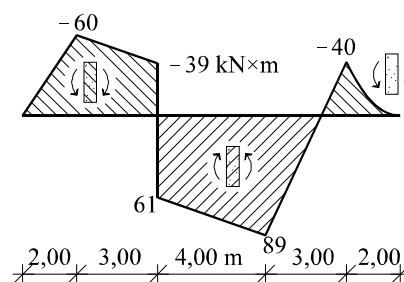

Figura 5
5) Dada la ley de momentos flectores de la figura 5, encontrar las cargas que la producen.